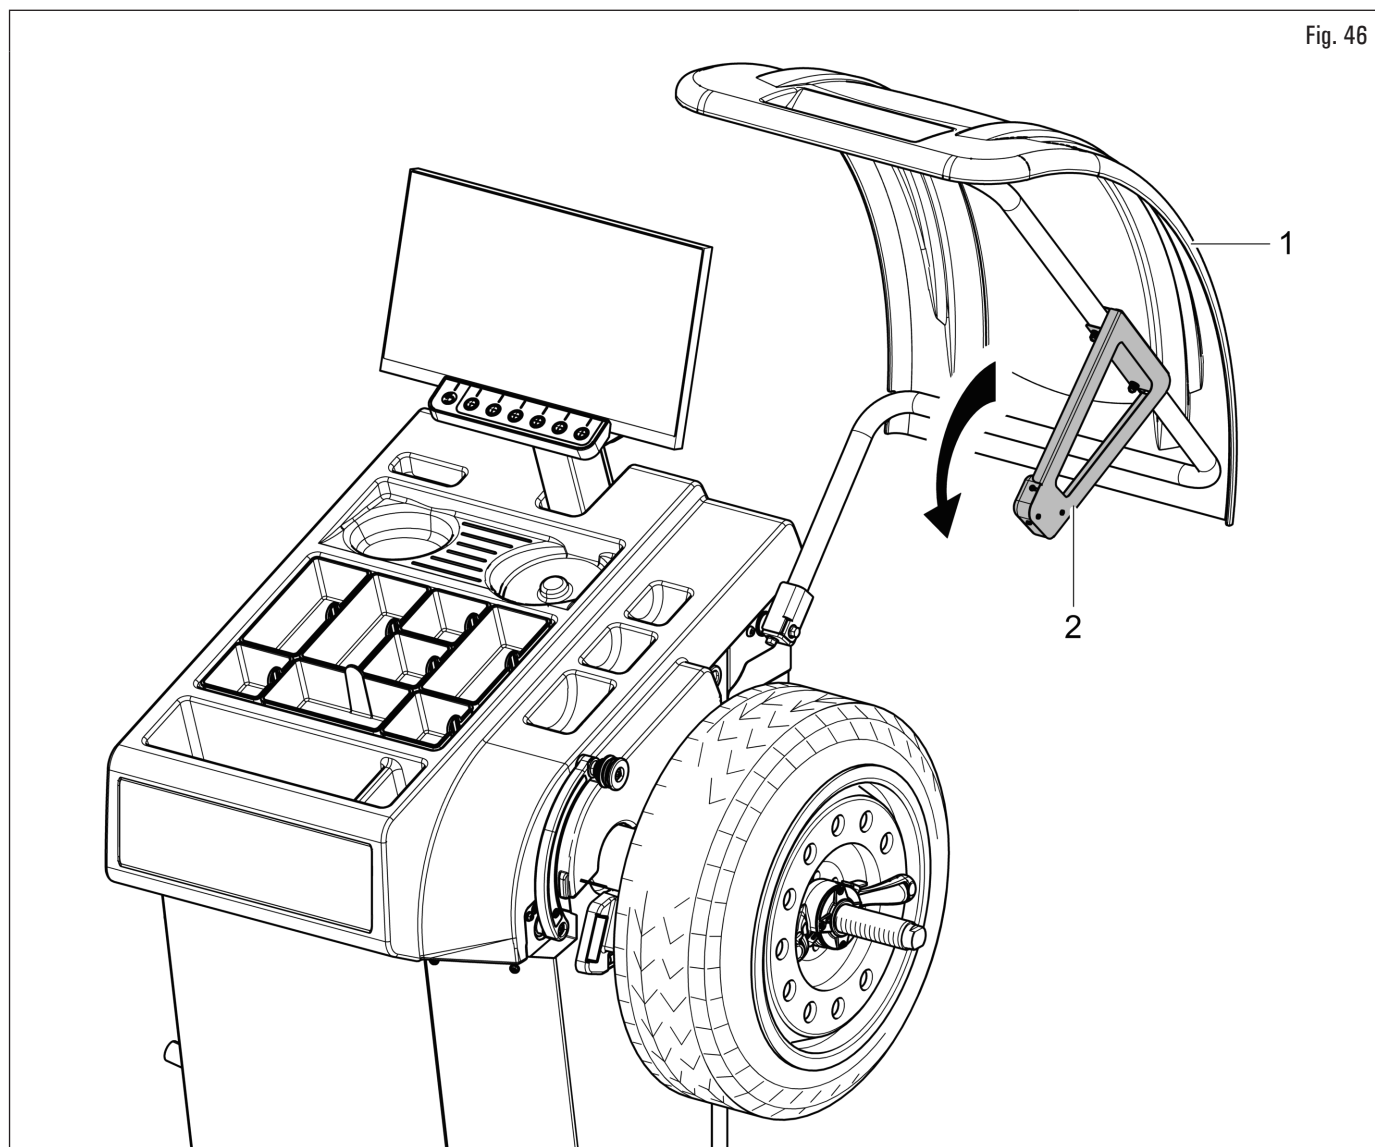

Fig. 46
Cada vez que el cárter de protección rueda (Fig. 46 ref. 1) se cierra, el conjunto medidor automático anchura (Fig. 46 ref. 2) (si presente) mide la anchura de la rueda montada en el mandril. El relativo valor se memoriza automáticamente en el campo predispuesto del programa de equilibrado elegido.